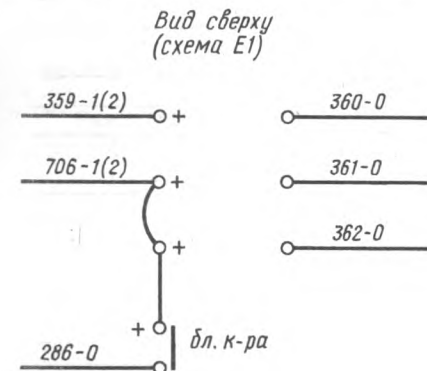
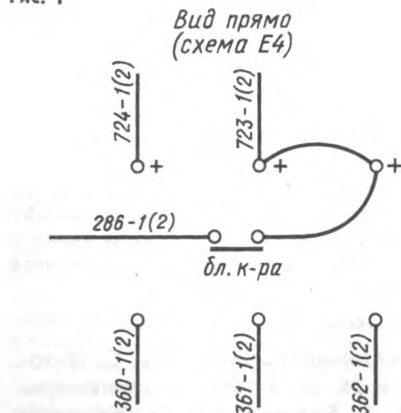

Рис. 1
Рис. 2
На электровозах со схемой Е1 автомат 324 не включают или отсоединяют провод 360-0 от контактора хода (рис. 1). Затем аппарат 324 включают. На локомотивах со схемой Е4 в релейном шкафу отнимают провод 360-1 (2) от контактора хода (рис. 2).